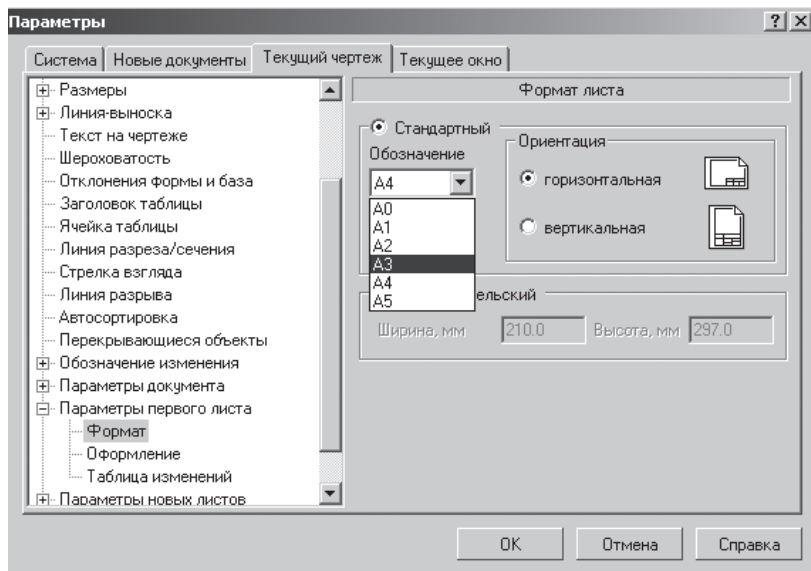

Рис. 290
- в группе **Ориентация** включите кнопку **Горизонтальная** (рис. 290);